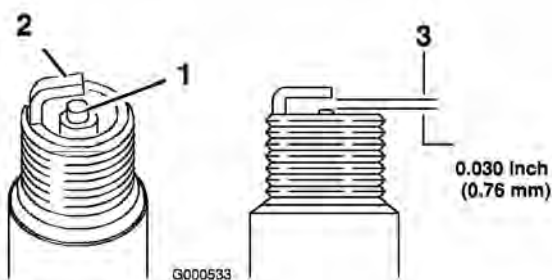

Figura 50
1. Mire la parte central de las bujías (Figura 50).
2. Compruebe la separación entre los electrodos central y lateral (Figura 50) y doble el electrodo lateral si la separación no es correcta.